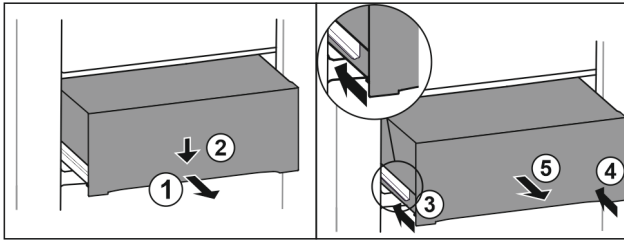

Fig. 217
- Tirer le tiroir jusqu'à mi-chemin. Fig. 217 (1)
- Appuyer sur l'avant du tiroir vers le bas. Fig. 217 (2)
- Insérer le rail gauche d'env. 2 cm. Fig. 217 (3)
- Insérer le rail droit d'env. 2 cm. Fig. 217 (4)
- Retirer le tiroir par l'avant. Fig. 217 (5)